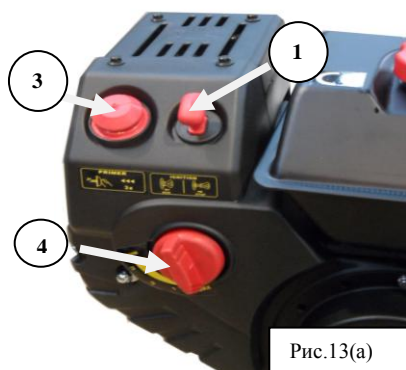

Рис.13(а)
*-рисунок 13(а) для модели ToRnado 2460LS